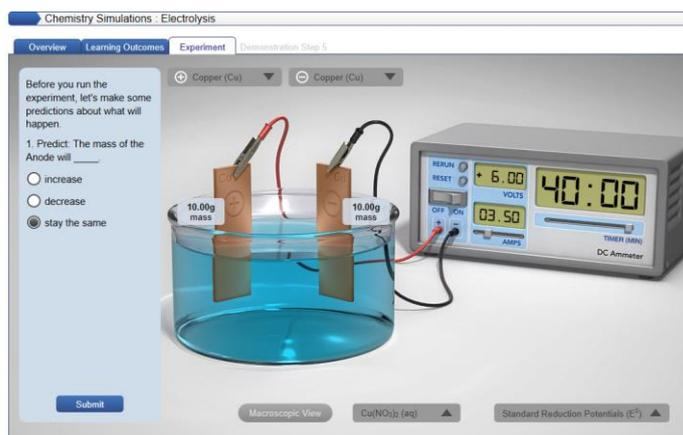

Figura 3: Simulador de Electrólisis²⁰
- Actividad 1: Se realizará en el aula de informática, de forma individual y se empleará una clase completa. Aquí se les explicará sencillamente en que consiste el recubrimiento electrolítico con ayuda de un simulador de Electrólisis²⁰ (ver Figura 3). En todo momento ellos dispondrán de un ordenador para indagar y trabajar con dicho simulador.